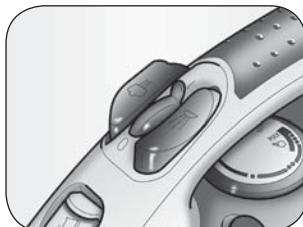

Fig. 2
- 1 Den Wähltschalter für Dampfregulierung (D) auf "0" stellen (Fig. 2).